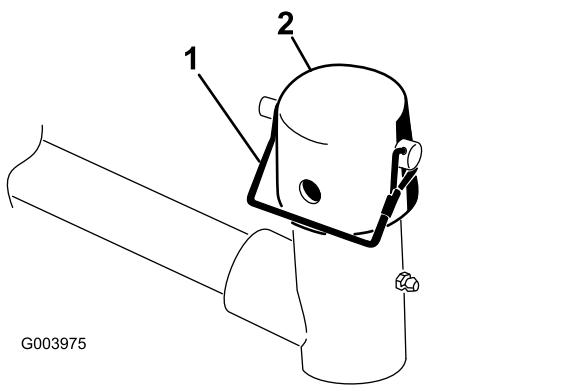

Figure 9
7. Retirez la goupille à fermoir et le capuchon de la chape de pivot du bras de levage (Figure 9).
11. Fixez le capuchon et l'arbre du bâti porteur à la chape du bras de levage avec la goupille à ferroir (Figure 9).